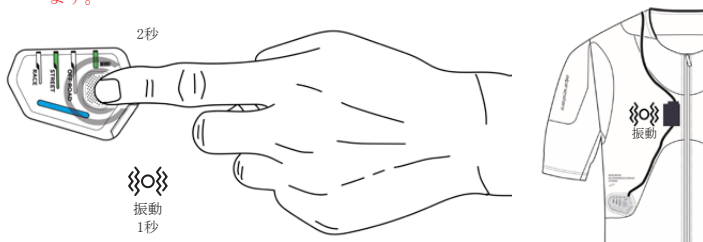

図10：ディスプレイボタン (3a) を 2 秒間押してライディングモードを変更します。
前述の通り、本システムには以下3つのライディングモードがあります。ストリートモード、レースモード、オフロードモードシステムが正しく起動した後、ユーザーはディスプレイボタン (3a) を2秒間押すだけで、3つの異なるライディングモードを簡単に切り替えることができます (図10)。ライディングモードLED (3c) に緑色のLEDが点灯し、現在システムで実行中のライディングモードが表示されます。また、起動ジップ (2) 付近で約1秒間の短い振動が感じられ、ライディングモードの変更が示されます。